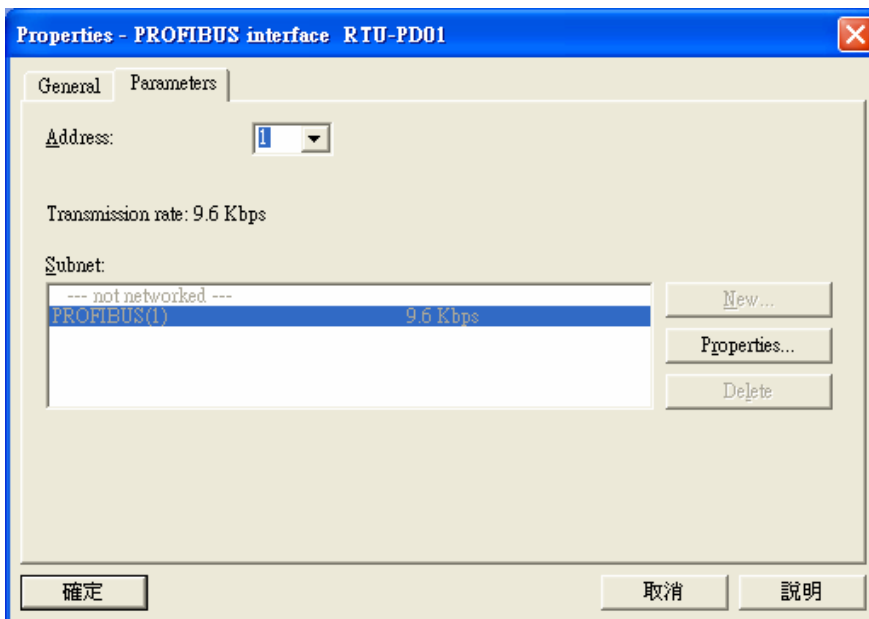

图 10-21
2. 在图 10-21 所示新出现的对话框中，在 Address 下拉菜单中选择 RTU-PD01 从站的地址，此地址须与 RTU-PD01 地址设定开关设置相一致，地址设定后点击『确定』按钮。